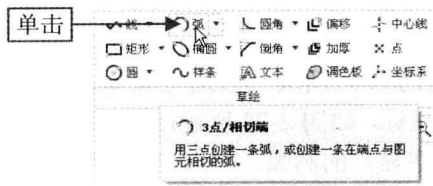

图 2-63 单击“3点/相切端”按钮
Step 02 在“功能区”选项板的“草绘”选项卡中,单击“草绘”面板中的“3点/相切端”按钮，如图2-63所示。